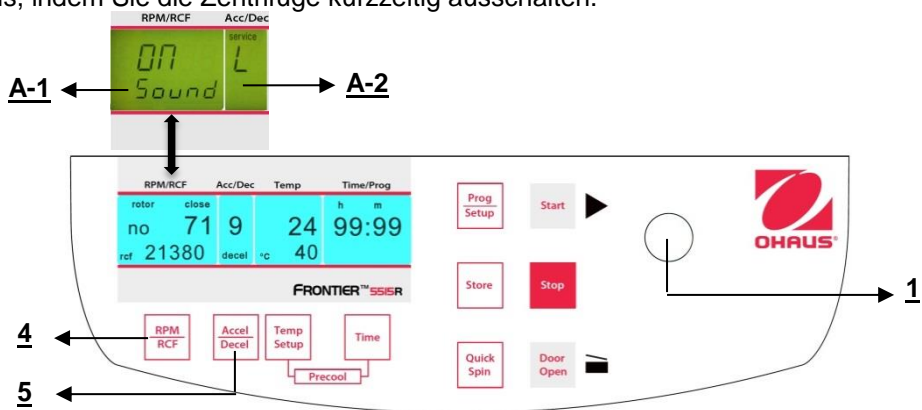

Abbildung. 33
Fahren Sie fort wie unter Punkt 4.1.2 beschrieben, um in den Programmmodus einzutreten und drücken Sie dann die Taste "**Accel/Decel**"(5). Auf der Anzeige blinkt "**Acc/Dec**" (A-2) das Wort "**Service**". Wählen Sie nun den Buchstaben "**L**" mit Hilfe des Anpassungsknopfes (1). Als Ergebnis erscheinen die Worte "**On Sound**" auf der Anzeige "**RPM | RCF**" (4). Wenn Sie die Taste "**RPM | RCF**" (4) nun drücken, blinkt das Wort "**On**" und Sie können den Ton mit dem Anpassungsknopf (1) umschalten (siehe Abbildung 33).